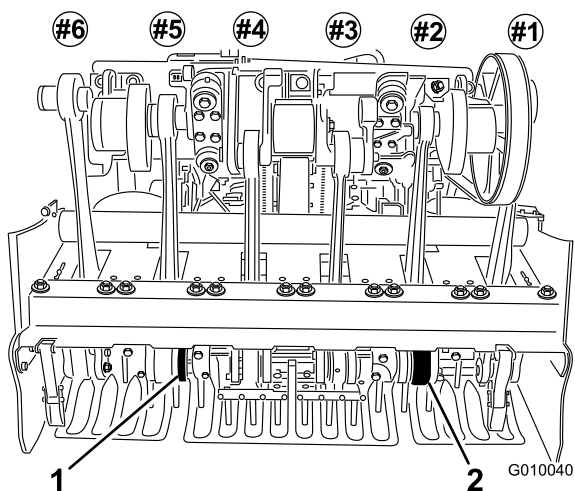

Figura 25
5. Montate le fustelle nei portafustelle n. 2 e 5 (Figura 25), e serrate i bulloni.